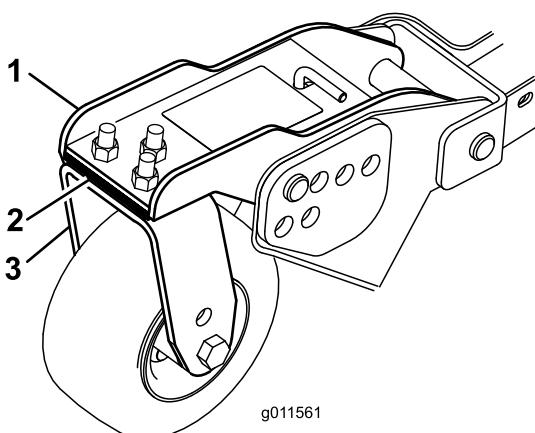

**Рисунок 123**
1. Отпустите верхние или нижние зажимные гайки на U-образном болте цепи высоты скашивания (Рисунок 123).